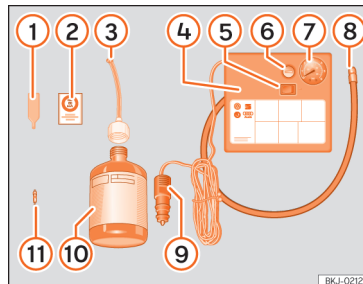

Рис. 202 Стандартний комплект: склад комплекту для ремонту шин.
» **рис. 202:**
- Зніміть ковпачок і викрутіть золотник вентиля шини. Скористуйтеся інструментом >>> **рис. 202 ①** для викручування золотника. Покладіть золотник на чисту поверхню.
- Ретельно струсіть ємність із герметиком >>> **рис. 202 ⑩**.
- Вкрутіть шланг >>> **рис. 202 ③** в пляшку з герметиком. Водночас шланг проколює отвір у горловині ємності.
- Зніміть ковпачок із гнучкого шланга >>> **рис. 202 ③** і приєднайте шланг до вентиля шини.
- Вкрутіть золотник вентиля екстрактором >>> **рис. 202 ①**.
- Приєднайте шланг >>> **рис. 202 ⑧** компресора до вентиля шини.
- Переконайтеся, що гвинт для випуску повітря >>> **рис. 202 ⑥** закритий.
- Вставте штекер >>> **рис. 202 ⑨** у розетку 12 В в салоні автомобіля >>> с. 184.
- Увімкніть компресор вимикачем >>> **рис. 202 ⑤**.
- Наклейте наліпку >>> **рис. 202 ②** на передню панель у полі зору водія.
Приєднайте шланг >>> **рис. 202** **⑧** та перевірте тиск манометром **⑦**.